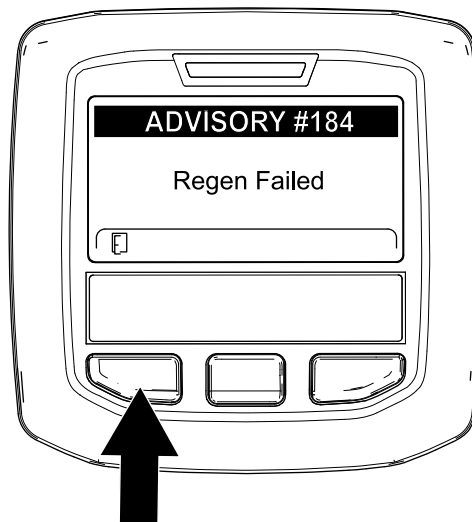

Рисунок 69
**Примечание:** Если регенерацию не удалось завершить, на дисплее инфо-центра появляется информационное сообщение № 184 (Рисунок 69). Для перехода на главный экран нажмите левую кнопку.